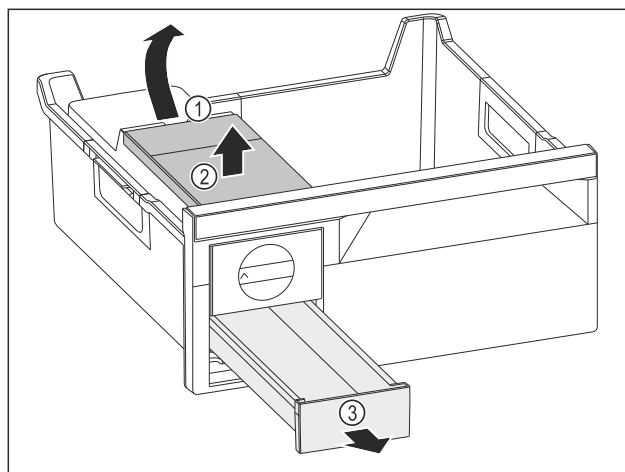

Fig. 140
- Retirer le réservoir d'eau : Soulever le réservoir d'eau hors de l'évidement Fig. 140 (1).
- Retirer le réservoir d'eau Fig. 140 (2) vers le haut.
- Retirer le compartiment à glaçons *Fig. 140 (3)* vers l'avant.